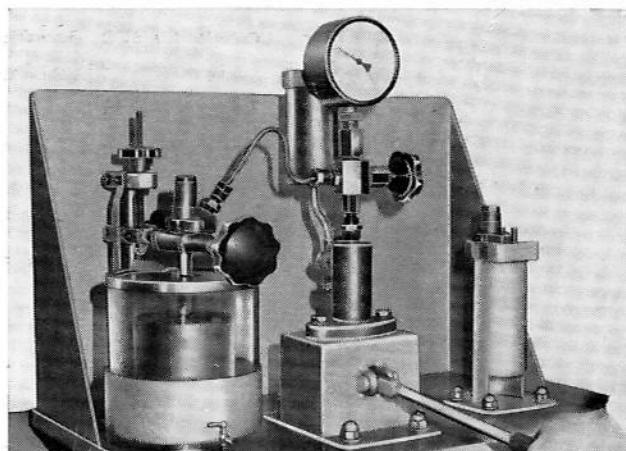

Fig. 35
- Actionner la pompe à main (fig. 35) et vérifier que la pression d'injection soit de $190 \pm 200 \text{ kg/cm}^2$.